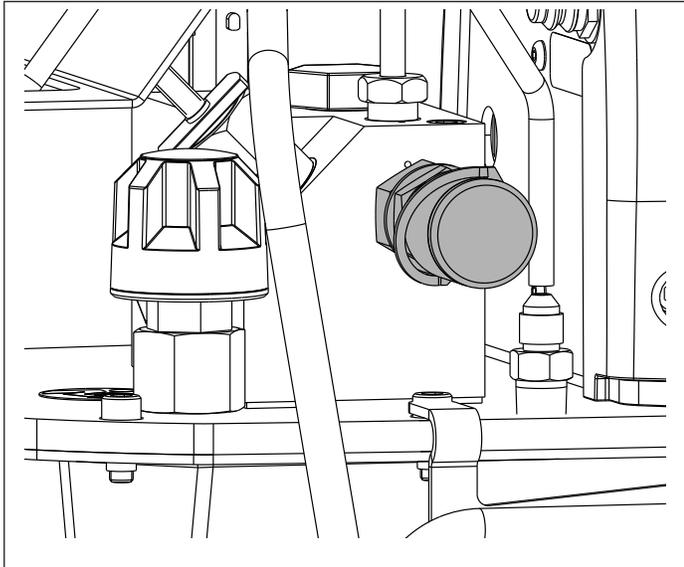

Figura 2, Racor de la salida de aceite
Las bombas de la serie ZUTP1500-S están equipadas con un racor hidráulico hembra de desconexión rápida en la salida de aceite. Este racor está calibrado a 21 750 psi [1500 bar]. Consulte la Figura 2.
1. Compruebe que el manómetro indique cero (0) psi/bar. Asegúrese de que toda la presión hidráulica se haya liberado completamente antes de continuar con este procedimiento. Si queda presión, elimine la presión tal como se describe en la sección 9.2.
2. Desconecte la manguera (si está conectada) del racor de la salida de aceite. Consulte la Figura 2.